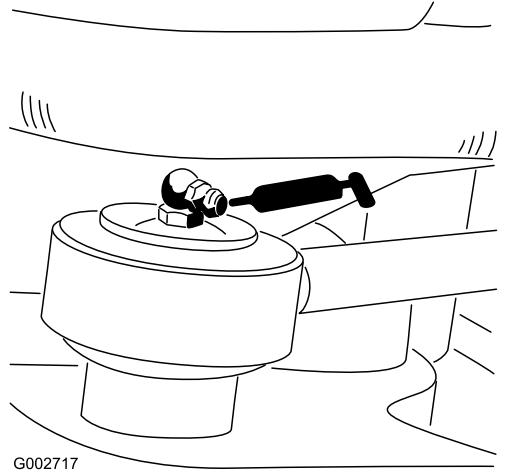

Figura 23
- 1 cojinete de extremo de la biela de dirección – Modelo 08705 solamente (Figura 23).